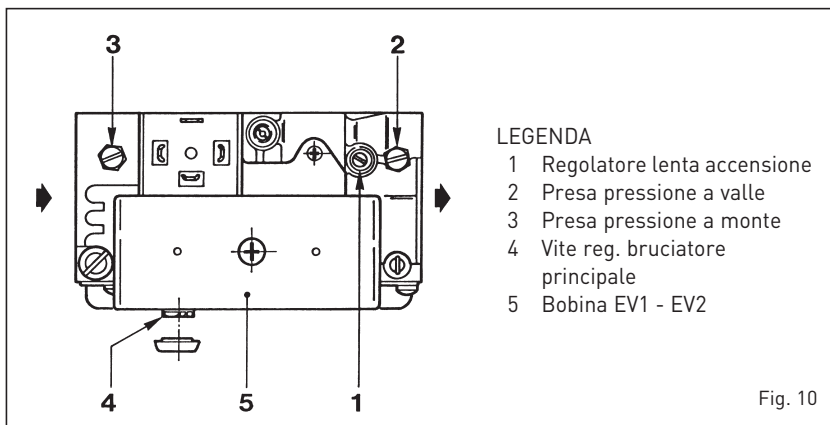

Fig. 10
Le caldaie **RX 19-26** sono prodotte di serie con la valvola gas SIT 830 TANDEM (fig. 10).
- Rimuovere il tappo posto sul regolatore di pressione e avvitare a fondo la vite di regolazione (4 fig. 10 - 5 fig. 11).